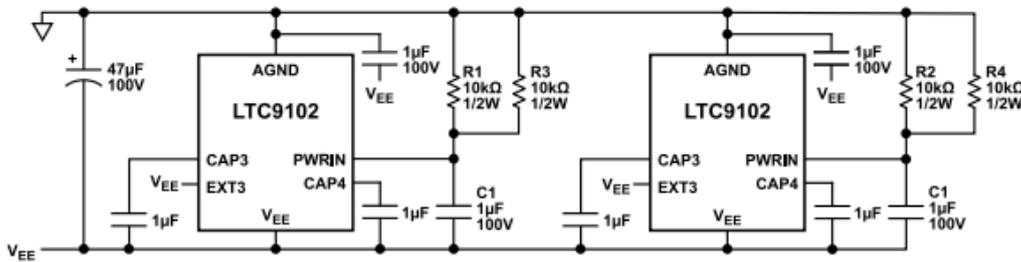

図41. 3.3V内部電源使用時の電源構成
3.3V内部レギュレータ使用時のプルアップ抵抗構成を図41に示します。バイパス抵抗R1、R2、R3、R4は、LTC9102に発生する熱を外部に放出します。PWRINピンの電圧は、LTC9102の動作モードと、それに対応する消費電流に従って変化します。バイパス抵抗が提供する電流以上の電流が消費される場合は、スタートアップ・レギュレータが電圧を6V（代表値）に維持します。スペースに制約のあるアプリケーションでは、プルアップ抵抗なしでLTC9102を動作させることができます。